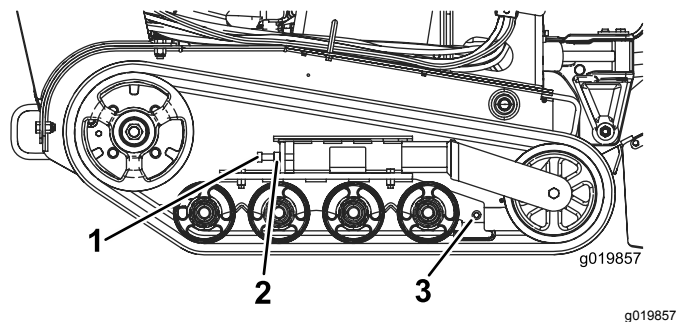

図 48
3. クローラのテンションボルトとテンションアームのクランプボルトのジャムナットをゆるめる 図 48。
4. テンションボルトを  $32.5-40 \text{ N}\cdot\text{m}$   $3.3-4.2 \text{ kg}\cdot\text{m}$  =  $24-30 \text{ ft}\cdot\text{lb}$  にトルク締めする 図 48。
4. テンションボルトとジャムナットをゆるめる 図 48。